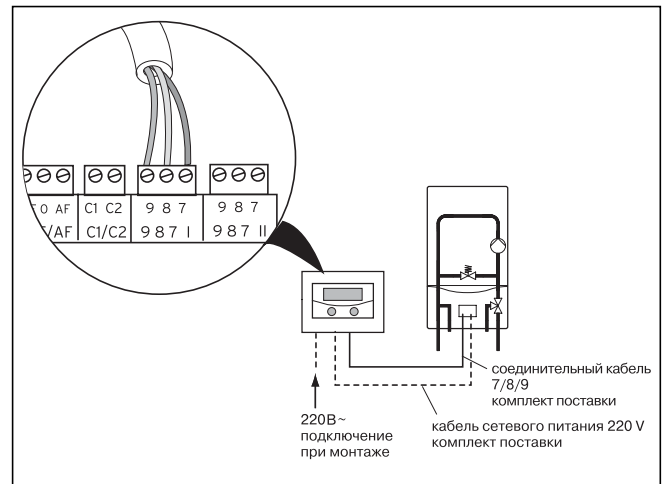

Рис. 4.1 Подключение отопительного прибора
- Выполните соединительную электропроводку отопительного прибора с прилагающимся соединительным проводом согласно рис. 4.1.